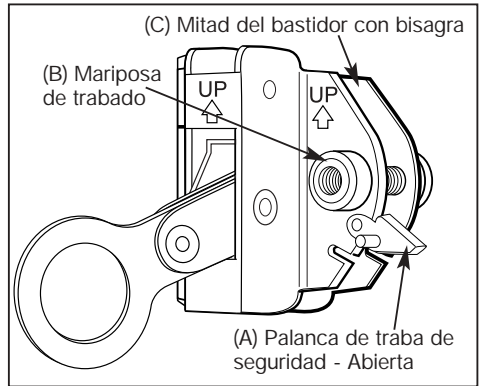

FIGURA 1
- 2.4 Para abrir el garfiko, tire hacia atrás la palanca de traba de seguridad (A) a la posición abierta. (Figura 1)